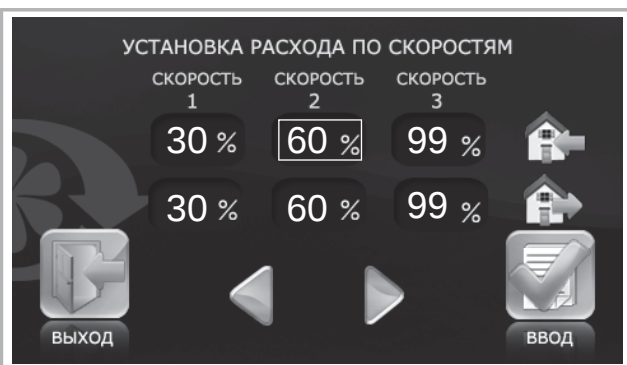

Рис. 18. Установка расхода по скоростям
■ Кнопками  и  установите значение расхода для каждой скорости и вентилятора (рис. 18).